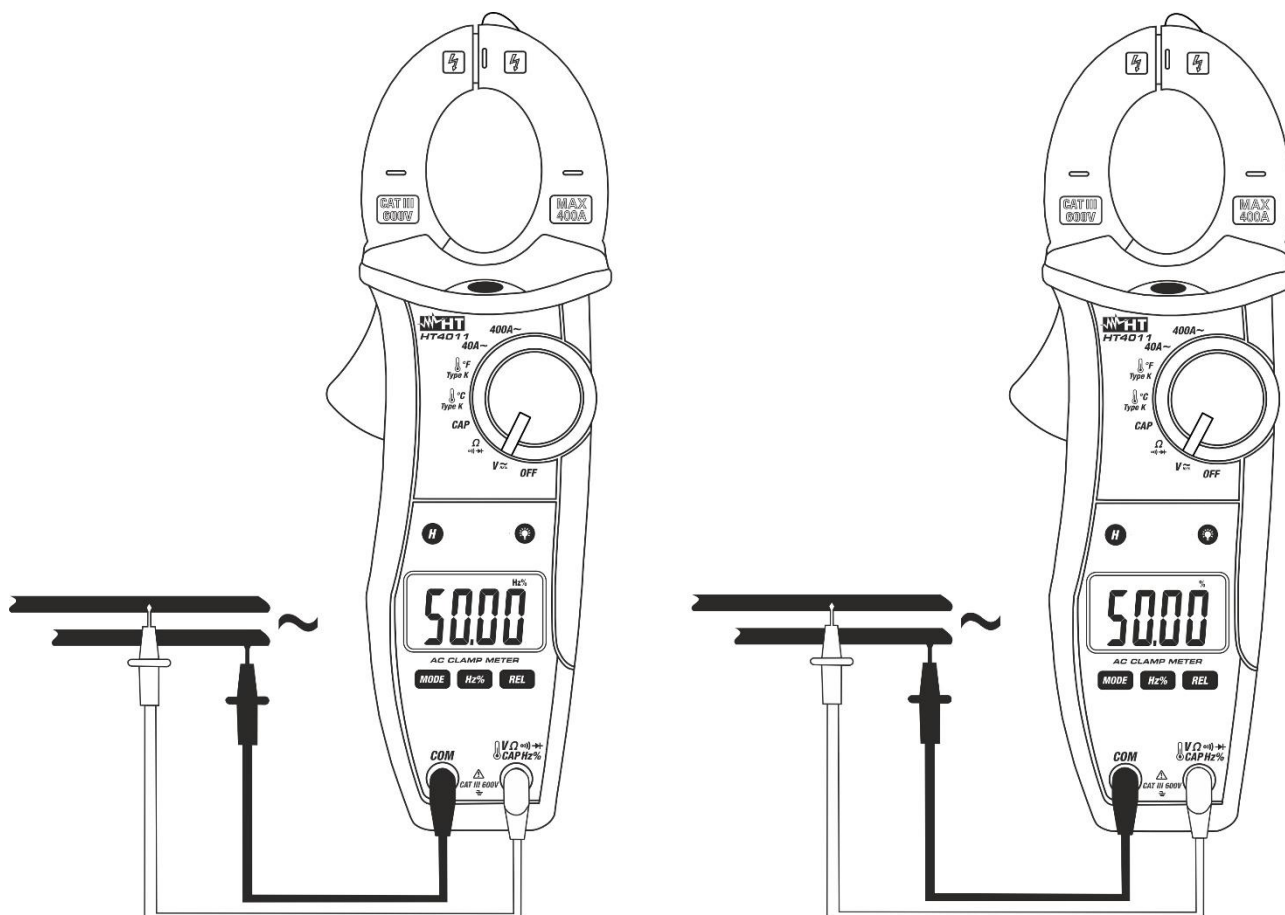

Fig. 5: Uso da pinça para medições de Frequência e Ciclo de Trabalho (Duty Cycle)
4. Colocar as ponteiros nos pontos pretendidos do circuito em exame. O valor da frequência (Hz) (Fig. 5 – parte esquerda) ou do Ciclo de Trabalho (Duty Cycle) (%) (Fig. 5 – parte direita) é apresentado no display